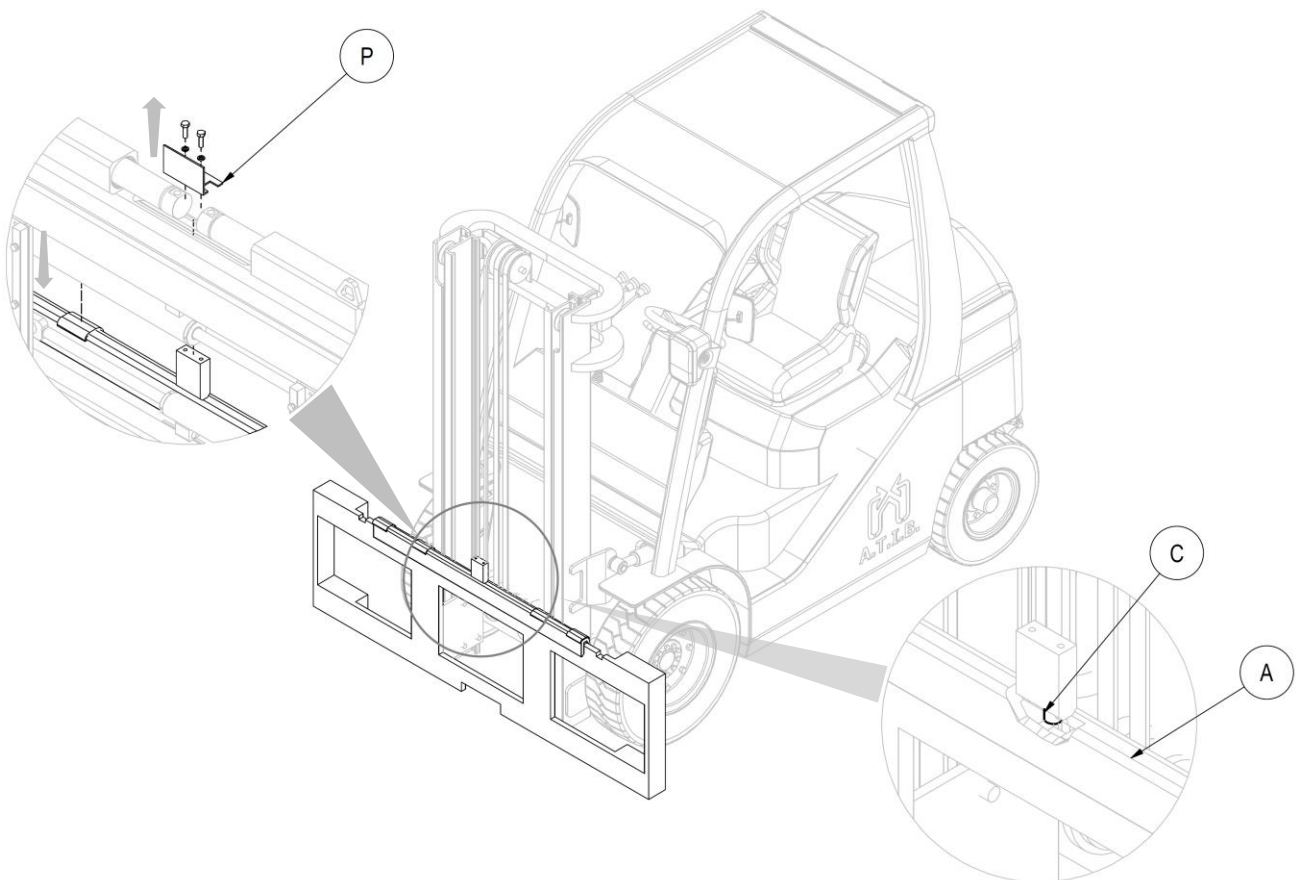

Abbildung 5
4. Nachdem Sie den "Schutzbügel" (P) abgeschraubt haben, nehmen Sie den Doppelhaken A (mit den Gleitbuchsen) mit der Hand und setzen Sie ihn auf das obere Profil der Trägerplatte der Gabel. Achten Sie darauf, dass der Zentrierstift C in der Kerbe in der Mitte der Platte einrastet (siehe *Abbildung 5*).